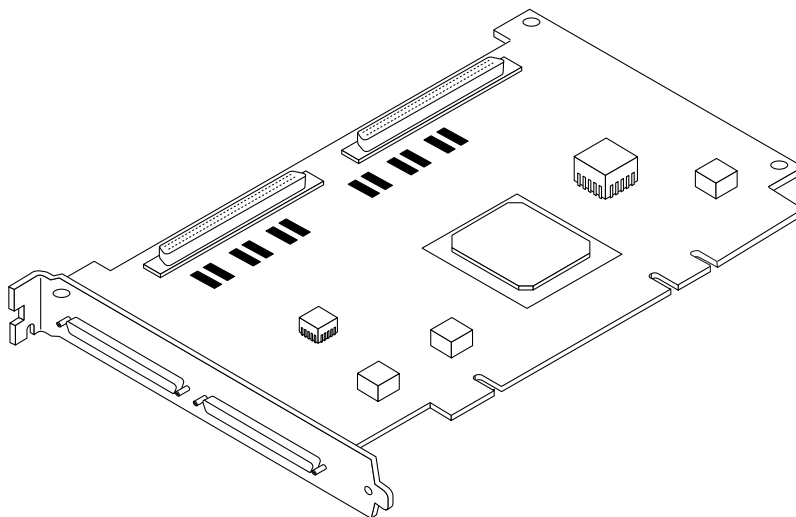

図 1-1 Sun StorEdge PCI/PCI-X Dual Ultra320 SCSI ホストアダプタ
- Sun StorEdge PCI/PCI-X Dual Ultra320 SCSI ホストアダプタ (図 1-1)
この例では、1 つ目の SCSI ポート (`scsi@2`) に 1 台のディスクドライブ (Target 0) が接続されています。2 つ目の SCSI ポート (`scsi@2,1`) にも 1 台のディスクドライブ (Target 0) が接続されています。図 1-1 のホストアダプタの図で、1 つ目の SCSI ポートには「Channel A」のラベルが、2 つ目の SCSI ポートには「Channel B」のラベルが付いています。